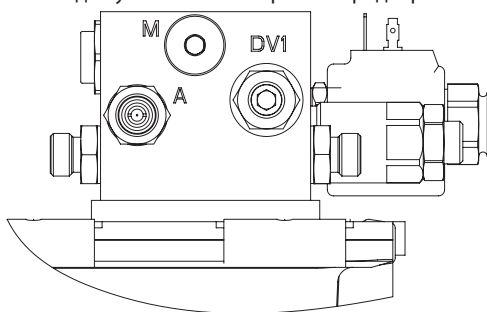

Рис. 7.
- При необходимости изменения, настройте скорость опускания платформы. Настройка осуществляется дроссельным клапаном **DV1** (рис. 7) путём поворота регулировочного винта по часовой стрелке — для уменьшения скорости, и поворотом против часовой стрелки — для увеличения скорости. Предварительно необходимо отпустить контргайку.
- Ослабьте контргайку дроссельного клапана **DV1** и затем полностью выкрутите клапан против часовой стрелки до упора. Запомните число оборотов (рис. 7).